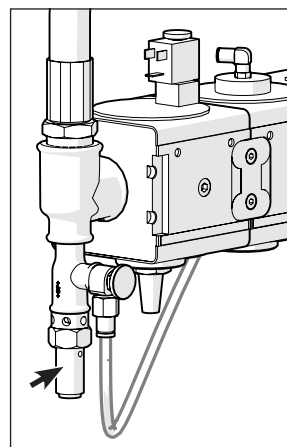

Fig. 2: Soupape de sûreté
- dans la sortie d'air de l'unité d'entretien vers la pompe doseuse (voir Fig. 2),